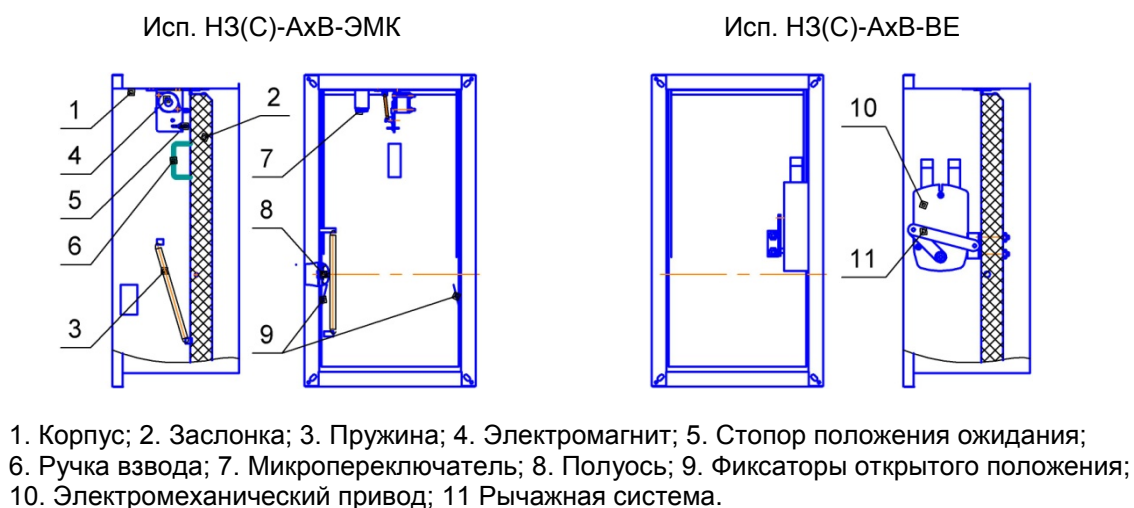

Рис. 2. Общие виды клапана.
2.1. Общие виды клапана показан на рис.2 (см. приложение 2).